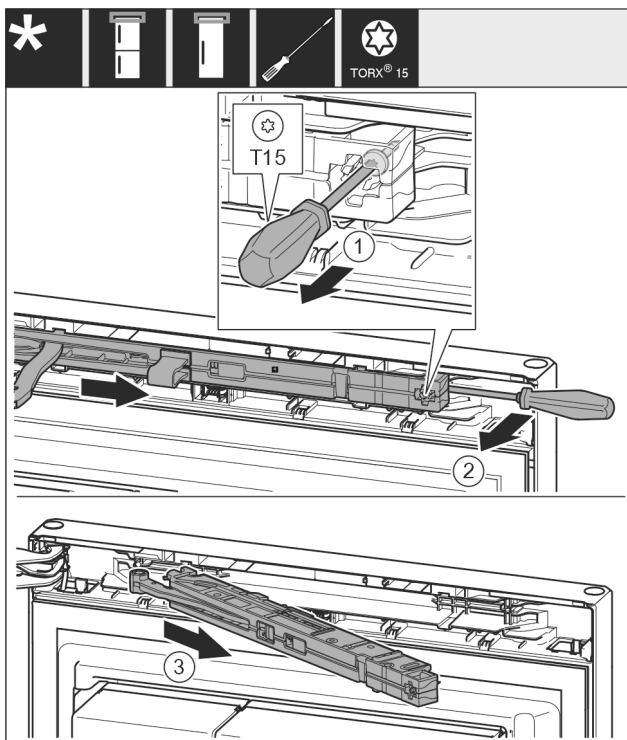

Fig. 15
- Schraube Fig. 15 (1) an Schließdämpfereinheit mit Schraubendreher 14 mm lösen.
- Schließdämpfereinheit Fig. 15 (2) griffseitig mit Schraubendreher nach vorne aushebeln.
- Schließdämpfereinheit Fig. 15 (3) herausziehen.